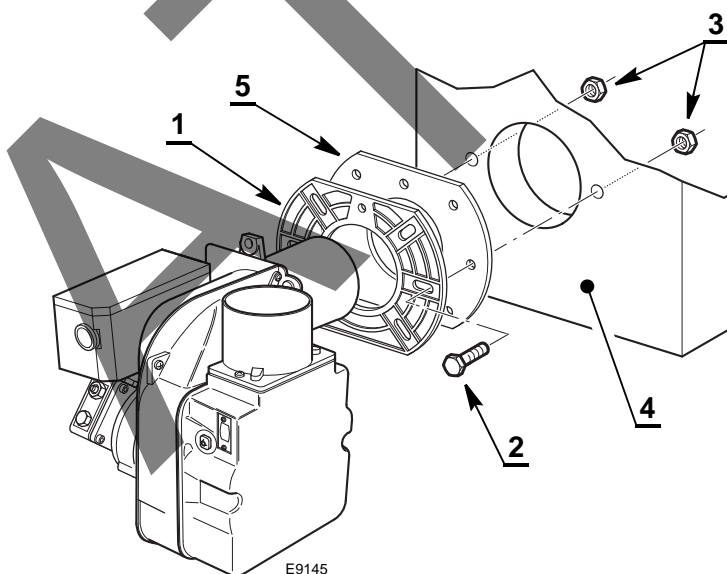

Fig. 13
- Fijar en la puerta de la caldera (4) la brida (1) con los tornillos (2) y (si es necesario) las tuercas (3) interponiendo la junta aislante (5) (Fig. 13).